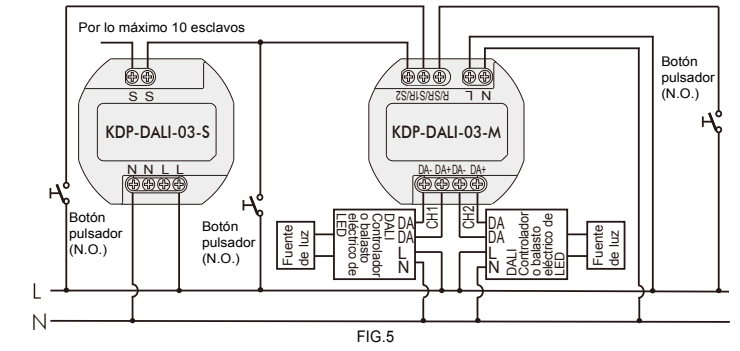
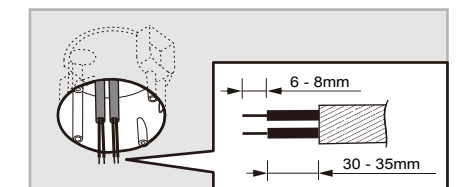

FIG. 5
FIG. 7
KDP-DALI-3-S se puede conectar al terminal R/S del detector maestro (Ver FIG.5). La longitud máxima del cable entre el primer detector y el último detector no debe exceder los 100 m, y cada dos detectores debe tener al menos 1 m.
3.4.1.2 Saque los cables de alimentación de CA de la caja de conexiones estándar europea (consulte la FIG. 7), luego quite 6 - 8 mm del revestimiento del cable para el cableado (consulte la FIG. 5).
3.4.2.3 Consulte la ilustración de la FIG.5 para ver el cableado correcto y luego atornillelo firmemente.